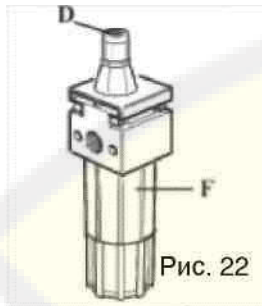

Рис. 22
- Проверять уровень масла в смазочном бачке. При необходимости доливать масло, отвинтив крышку бачка F. Следует использовать только масло класса **ISOHG** по классификации вязкости ISO VG для пневматических систем (Рис. 22).
- Следует удостовериться, что через каждые 3-4 нажатия педали U в бачок F попадает капля масла. Если этого не происходит, следует провести регулировку установочным винтом D (Рис. 22).